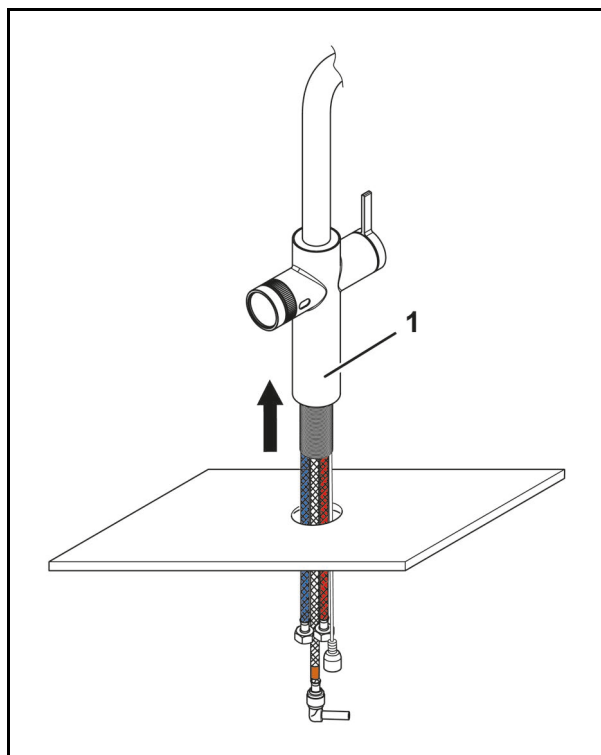

Abb. 20
5. Wyjąć armaturę (Abb. 20/1) i przewody przez otwór do góry z podbudowy.